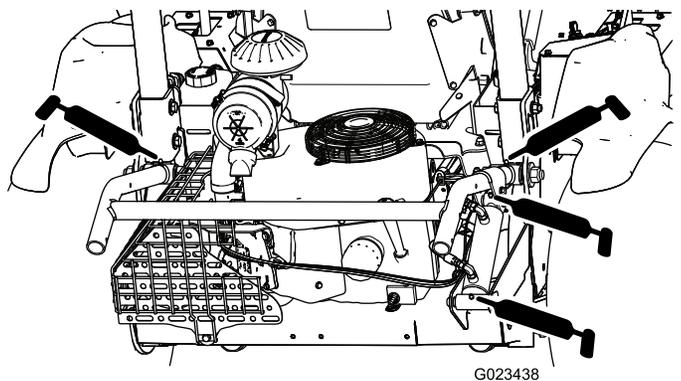

Рисунок 31
- Устройство подъема навесного орудия (4 шт.)—Рисунок 31